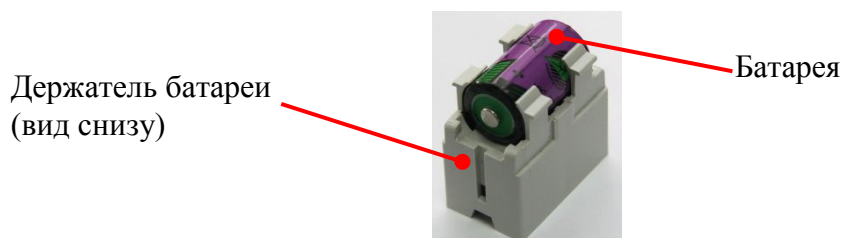

Рисунок 14.3 – Держатель с установленной батареей
14.1.7 Для установки или замены дополнительной (сменной) батареи в счетчике для наружной установки отвернуть винты, удерживающие крышку зажимов, и снять крышку. Извлечь держатель батареи, удерживая его за перегородку, как показано на рисунке 14.2. Удалить старую (при наличии) и установить новую батарею в держатель, соблюдая полярность согласно маркировке на корпусе держателя (рисунок 14.3). Установить держатель с батареей в батарейный отсек. Установить крышку зажимов и зафиксировать ее винтами.